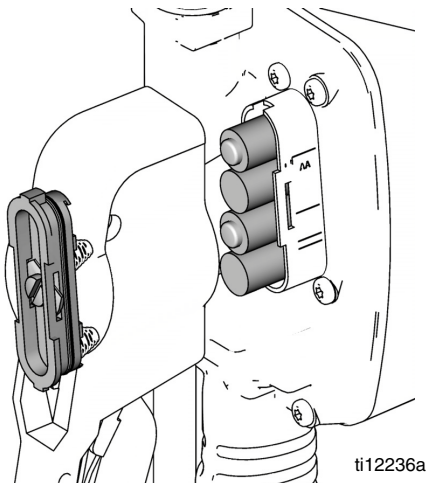

ABB. 22
2. Setzen Sie **vier NEUE** Batterien ein. Zur richtigen Ausrichtung der Batterien siehe ABB. 22. Achten Sie darauf, dass die Batterien richtig eingesetzt werden, da das Messgerät anderenfalls nicht korrekt arbeitet.